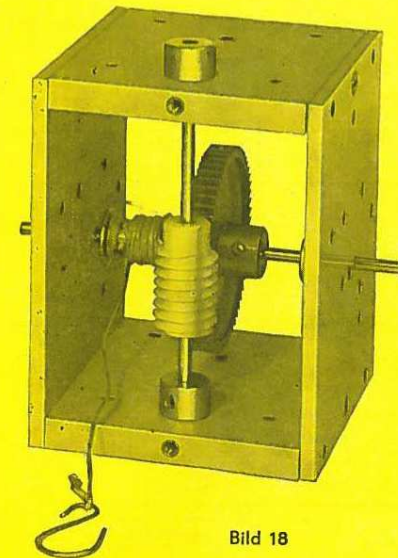

Bild 18
- 4.1. Montiere das Windengestell nach Bild 18!